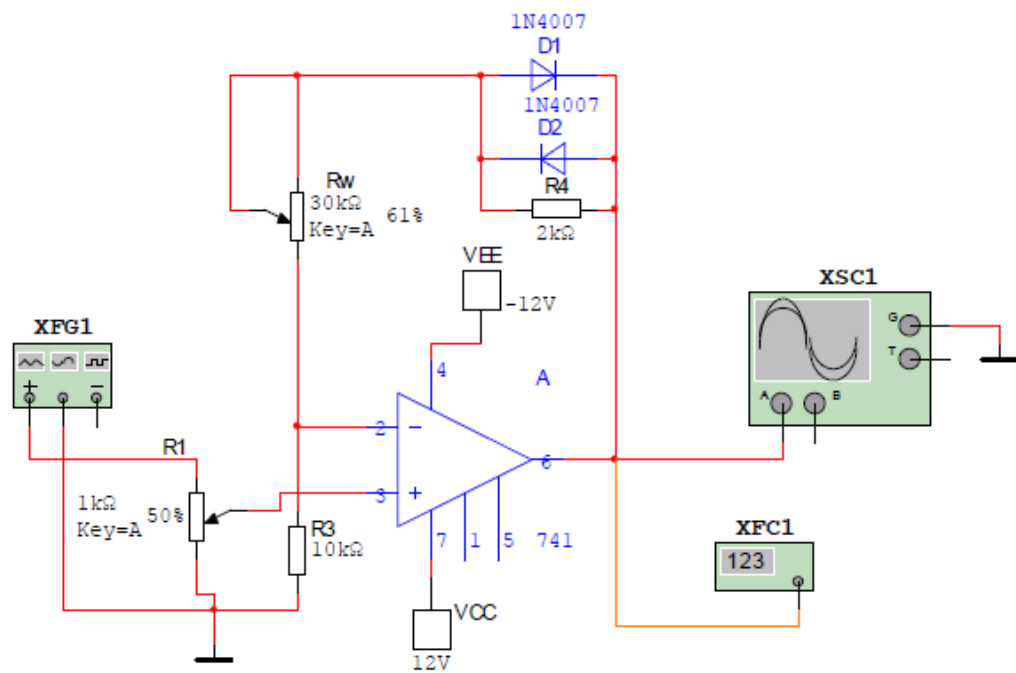

图 5-42
5. 调节电位器RW，使输出为正弦波，并记下此时的输出值。断开正反馈网络与同相输入端的连接点。把低频信号发生器的输出电压接至一个1 k Ω 的电位器上，再从这个1 k Ω 电位器的滑动接点取 V_i 接至运放同相输入端，见图5-42。调节 V_i 使 V_o 等于原值，测出此时的 V_i 值。则： $A_{uf} = V_o/V_i = \underline{\hspace{2cm}}$ 倍。